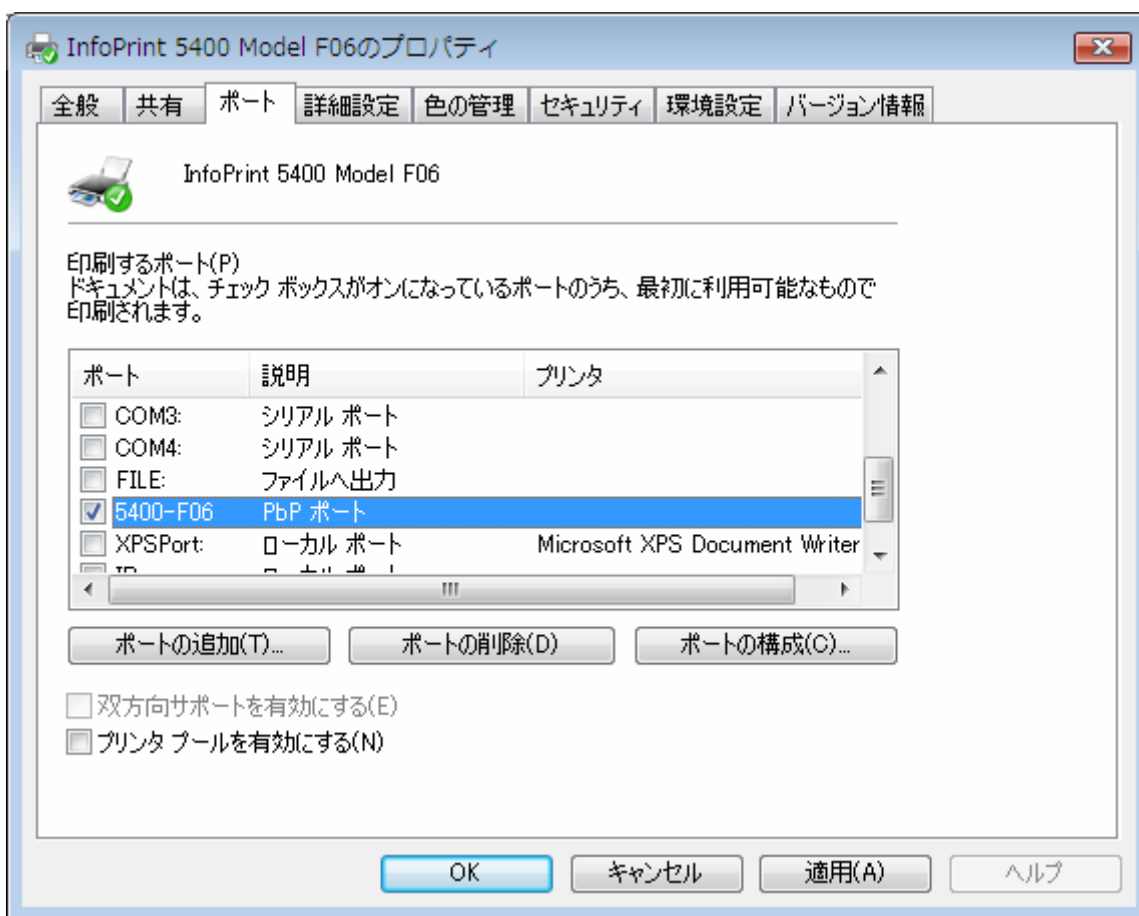

図 37 プリンタープロパティのポート画面
1. “図 37 プリンタープロパティのポート画面”の「ポートの追加」ボタンを押して、PbP ポートを追加します。